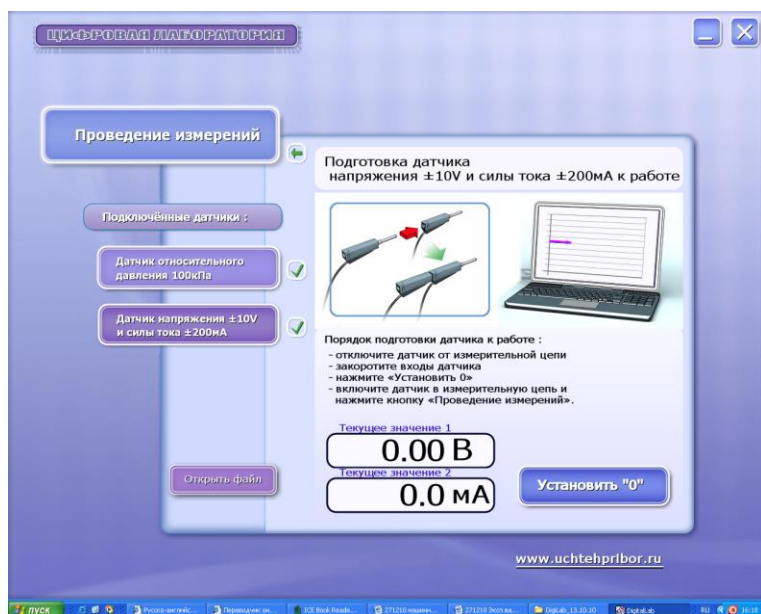

Рис. 7
- 5.11. При подключении нескольких датчиков действия по пунктам 5.5...5.8. следует повторить для каждого датчика (см. рис.7).